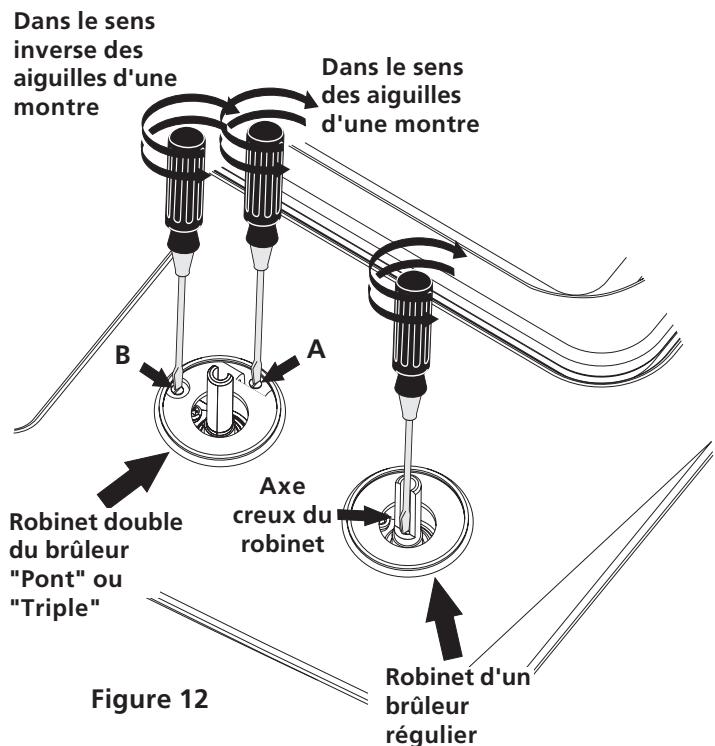

Figure 12
4. **Réglage de la position "LOW" des robinets des brûleurs de surface réguliers (Figure 12)**
5. **Réglage de la position "LOW" du robinet double des brûleurs "Pont" ou "Triple" (certains modèles) (Figure 12)**
2. Dépliez le gabarit de papier et placez-le à plat sur le plancher, l'avant et les extrémités des côtés exactement sur la ligne préalablement tracée (utilisez le diagramme ci-dessous pour localiser le support anti-bascule si le gabarit de papier n'est pas disponible (Figure 12)).